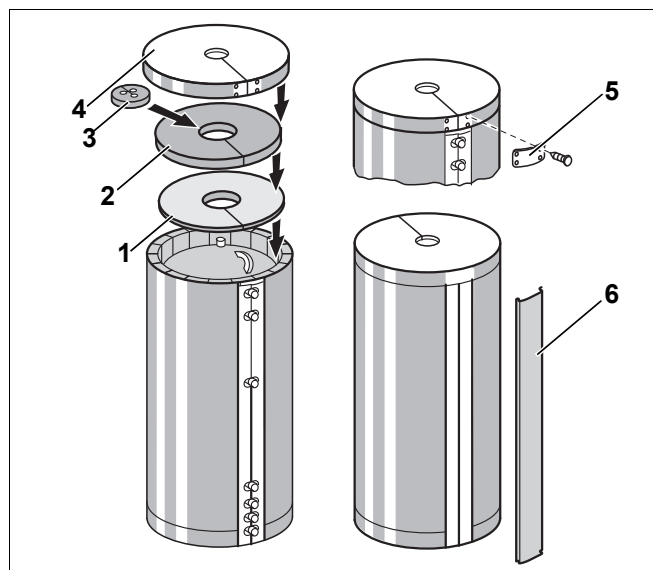

Рис. 13 Монтаж теплоизоляции (схематическое изображение)
- ▶ Нажмите на соединительную планку (рис. 13, [6]) на передней стороне над замыкающей рейкой теплоизоляционного мата.
- ▶ Уложите верхние теплоизоляционные круги (рис. 13, [1] и [2]) так, чтобы более толстый круг (рис. 13, [2]) накрывал теплоизоляционный мат.
- ▶ Вставьте закладную деталь (рис. 13, [3]) с вырезами для подключений бака.
- ▶ Наденьте крышку бака (рис. 13, [4]) на теплоизоляционный круг и теплоизоляционный мат.